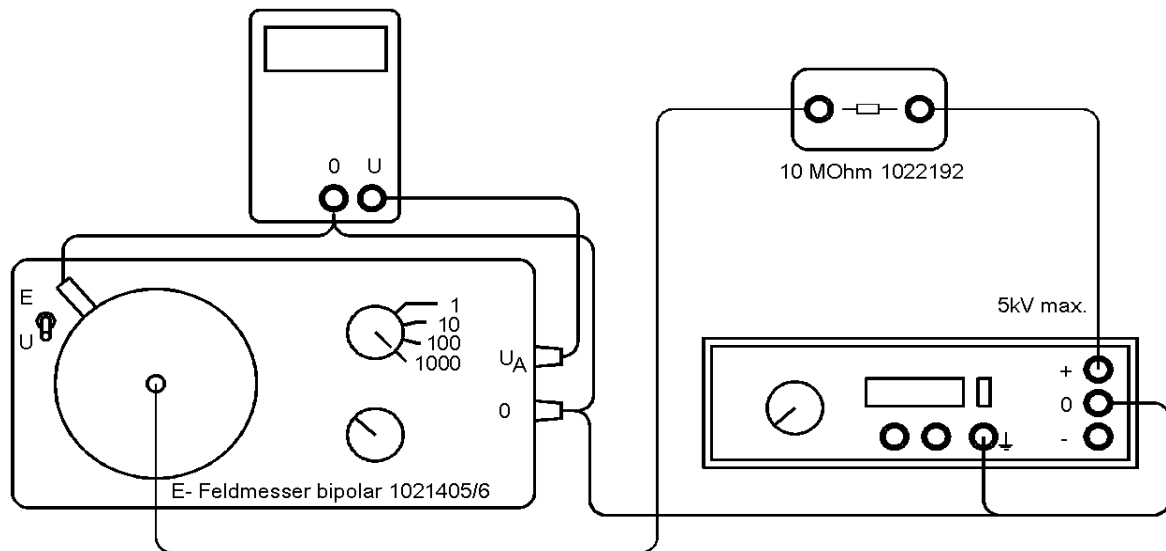

Fig. 2: E- Feldmesser als Influenzelektrometer
- Bei allen Experimenten mit Spannungen über 100 V ist ein Schutzwiderstand von 10 MOhm (z.B. 1022192) in die Spannungsversorgung einzubinden (siehe Fig. 2 und Fig. 3).
- Experiment mit Spannungsmessplatte (16) gemäß Fig. 2 herstellen.
- Anzeigeinstrument am Spannungsausgang (2) und (4) anschließen
- Spannungsmessplatte (16) auf Feldmühle (7) aufsetzen und mit Handschrauben leicht! andrehen
- Umschalter (11) auf „(U/V)“ setzen
- Wahlschalter Messbereiche (6) auf 1000 einstellen